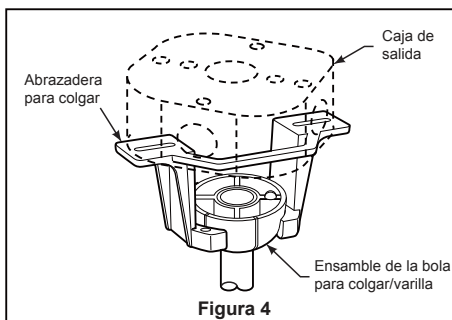

Figura 4
- ☐ 4. Afloje los dos tornillos de fijación del soporte del barral de soporte para techo a través de la varilla. Introduzca los cables de color marrón, azul, rojo, gris y amarillo cables a través de la varilla. (Figura 4)
3. Realice las conexiones de cables al bloque del terminal como se muestra en la Figura 4.
Instale la cubierta del cable del kit de iluminación en la ensamble de la placa de iluminación usando las dos ranuras con clave. Sustituya el tornillo extraído y fije bien los tres tornillos. (Figura 4)
- ☐ 4. Para que el ventilador sea funcional, instale las pila (incluidas) de 3V en el transmisor del mando a distancia. Mientras el ventilador esté apagado. A continuación, siga el proceso de fijación remota de código. Si no se utiliza el ventilador durante un largo periodo de tiempo, extraiga la batería para evitar cualquier daño al transmisor. Almacene el mando a distancia en un lugar alejado del calor o la humedad excesiva. (Figura 4)